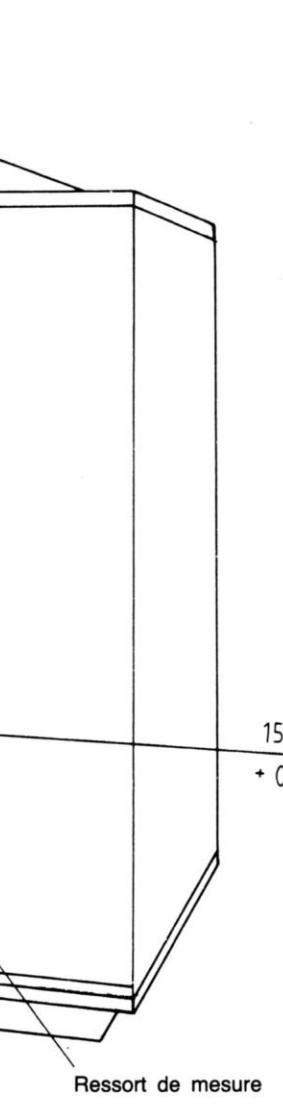

Fig.5
10. Deux pignons en matière plastique sont bloqués sur les vis sans fin à l'aide du dispositif de blocage N° 19751-111.01 pour éviter qu'ils ne se débloquent (en haut et en bas voir Fig. 5 et 6).